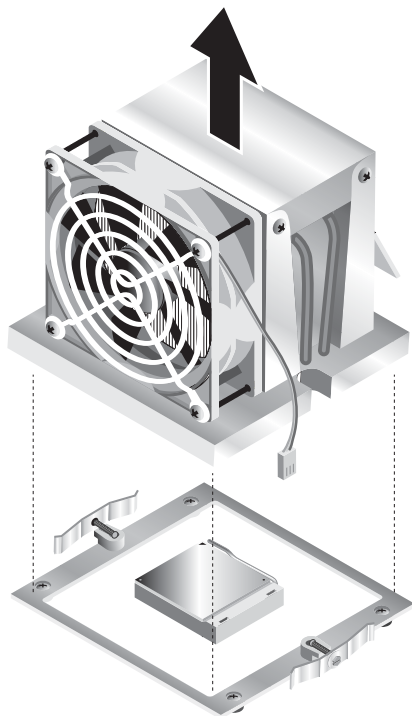

РИСУНОК 4-9 Извлечение блока радиатора/вентилятора
- 7. Поднимите блок радиатора/вентилятора вверх и снимите его с материнской платы (см. РИСУНОК 4-9).**